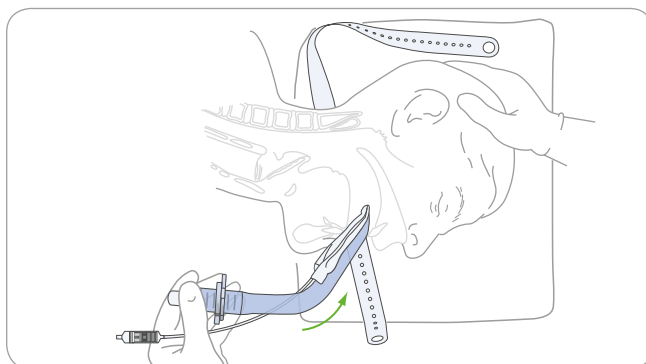

Figura 10. Inserire la cuffia nella bocca, continuando a premere sul palato
8. Premere l'estremità distale contro la superficie interna dell'arcata dentale superiore o della gengiva come illustrato nella **Figura 10**.